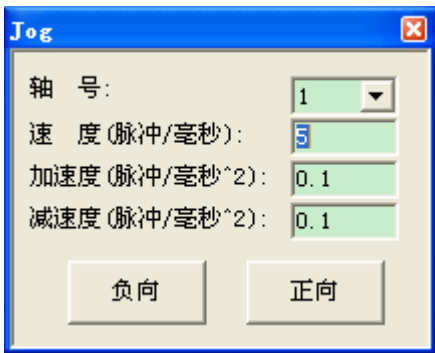

图 4-29 Jog 模块界面
- (18) 单击‘视图’->‘JOG’菜单项调出 Jog 面板，在‘轴号’下拉框中选择控制轴。如图 4-29 所示。
- (22) 单击‘视图’—> ‘JOG’菜单项调出 Jog 面板，在‘轴号’下拉框中选择控制轴。如图 4-29 Jog 模块界面所示。